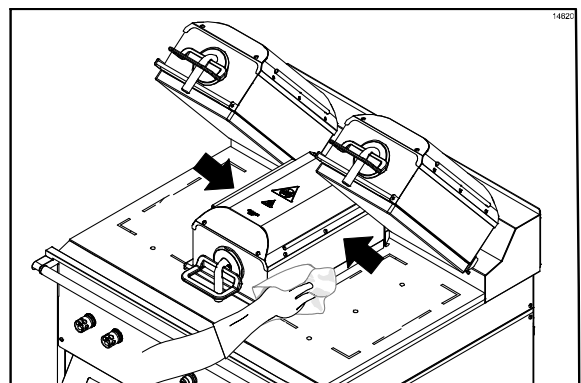

Figura 63
34. Enxágue os dois lados do platen do meio. (Veja a Figura 63.)